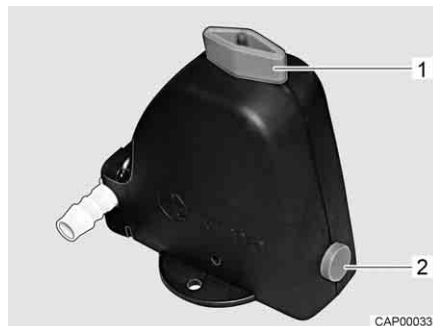

Bild 246 Sicherheits-/Ablassventil (Truma)
- Sicherheits-/Ablassventil (Truma) schließen. Dazu den Drehknopf (Bild 246,1) quer zum Sicherheits-/Ablassventil drehen und den Druckknopf (Bild 246,2) eindrücken.